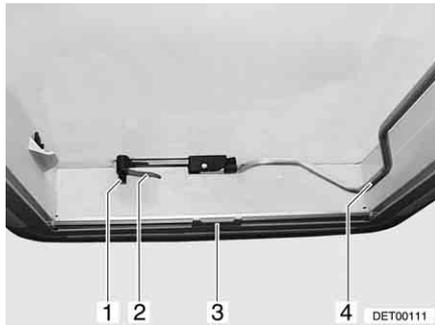
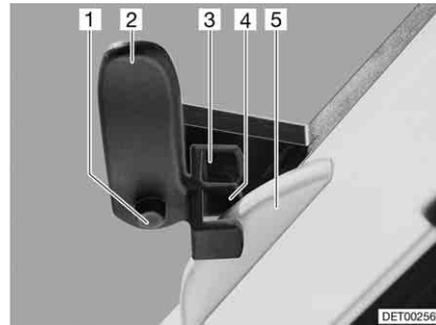

Fig. 70 Claraboya Heki, cerrada
Fig. 71 Claraboya Heki en posición de ventilación 1
- Pulsar el botón de seguridad (Fig. 70,1) y girar la palanca de bloqueo (Fig. 70,2) un cuarto de vuelta hacia dentro.
- Tirar hacia abajo de la horquilla (Fig. 70,4) para desbloquearla.
- Girar la palanca de bloqueo (Fig. 70,2 y Fig. 71,2) un cuarto de vuelta. El saliente del bloqueo del techo (Fig. 71,5) debe encajar en la horquilla de bloqueo superior (Fig. 71,3).
- Presionar el botón de seguridad (Fig. 71,1) y girar hacia atrás la palanca de bloqueo (Fig. 71,2). El saliente del bloqueo del techo (Fig. 71,5) debe encajar en la horquilla de bloqueo inferior (Fig. 71,4).